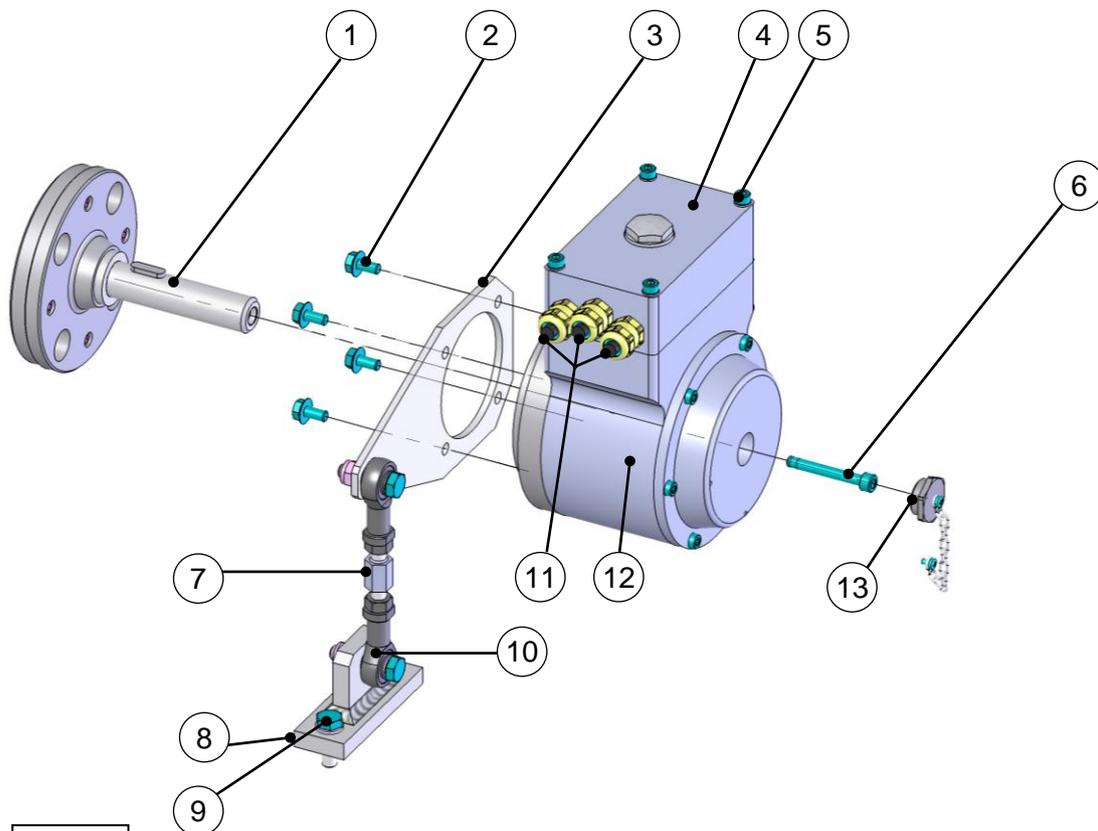

Abb. 1:
5. Hohlwellengerät mit Hilfe der Zylinderschraube (6) sichern.(Abb.1).